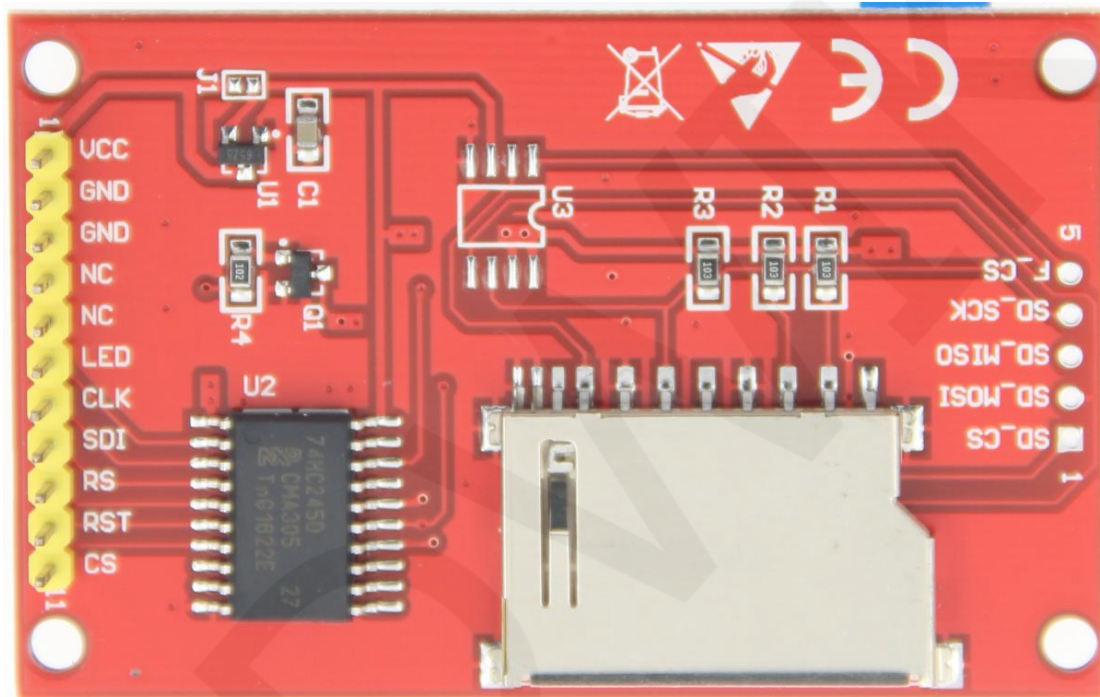

图1. 引脚丝印图
- 按照上述接线说明将 LCD 模块（如图 1 所示）和 Arduino 单片机连接起来，并上电；